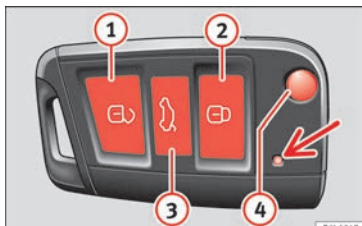

Abb. 122 Tasten im Funkschlüssel.
Durch Drücken der Taste ④ » Abb. 122 im Funkschlüssel wird der Schlüsselbart entriegelt.
Fahrzeug entriegeln ④ » Abb. 122 ①.
Fahrzeug verriegeln ④ » Abb. 122 ②.
Heckklappe entriegeln. Taste ③ » Abb. 122 ③ gedrückt halten, bis alle Blinkleuchten am Fahrzeug kurz aufleuchten. Nach Drücken der Entriegelungstaste ③ können Sie die Heckklappe innerhalb von 2 Minuten öffnen. Nach Ablauf dieser Zeit wird die Heckklappe wieder verriegelt.
Zudem blinkt die Batterie-Kontrollleuchte des Schlüssels » Abb. 122 (Pfeil) auf.
- Taste    **Abb. 122** im Funkschlüssel drücken.